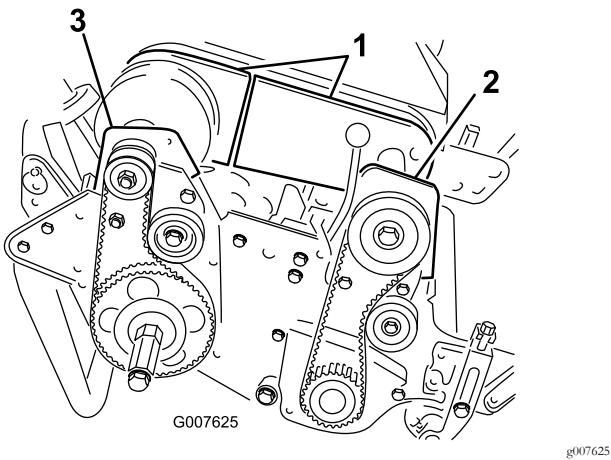

Figura 42
- Rimuovete i bulloni che fissano la sezione anteriore e posteriore della copertura del differenziale all'alloggiamento del differenziale stesso e fate scorrere le sezioni della copertura in modo da scoprire la cinghia (Figura 42).
- 6. Togliete i 2 bulloni e i dadi di bloccaggio che fissano la sede frizione anteriore alla piastra laterale (Figura 42).
- 8. Togliete i 2 bulloni e i dadi di bloccaggio che fissano la sede cuscinetto posteriore alla piastra laterale (Figura 42).